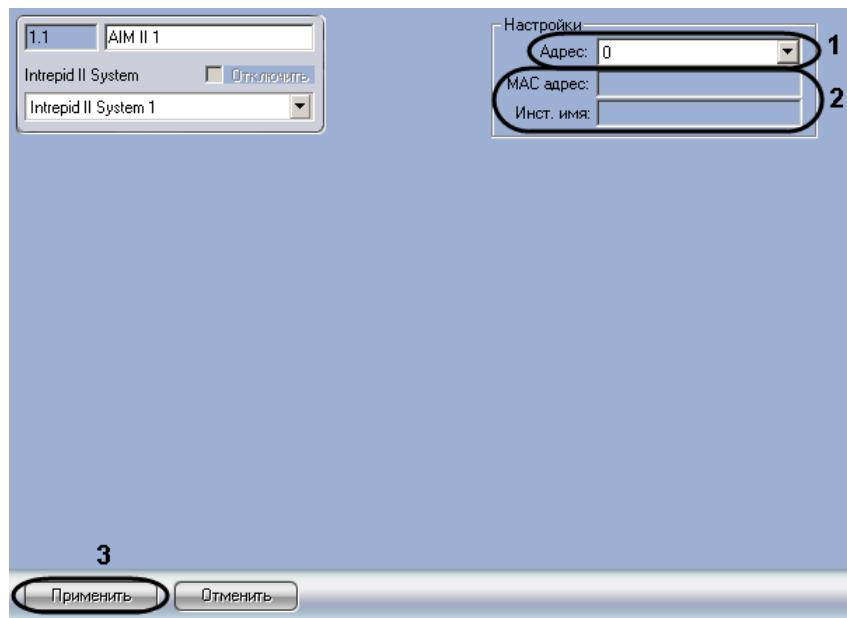

Рис. 3.4—2 Настройка контроллера *Intrepid II System*
2. В раскрывающемся списке **Адрес** установлено значение, заданное при автоматическом построении дерева объектов (см. Рис. 3.4—2, 1). При необходимости возможно изменение данного адреса. Для изменения адреса контроллера необходимо выполнить следующие действия: